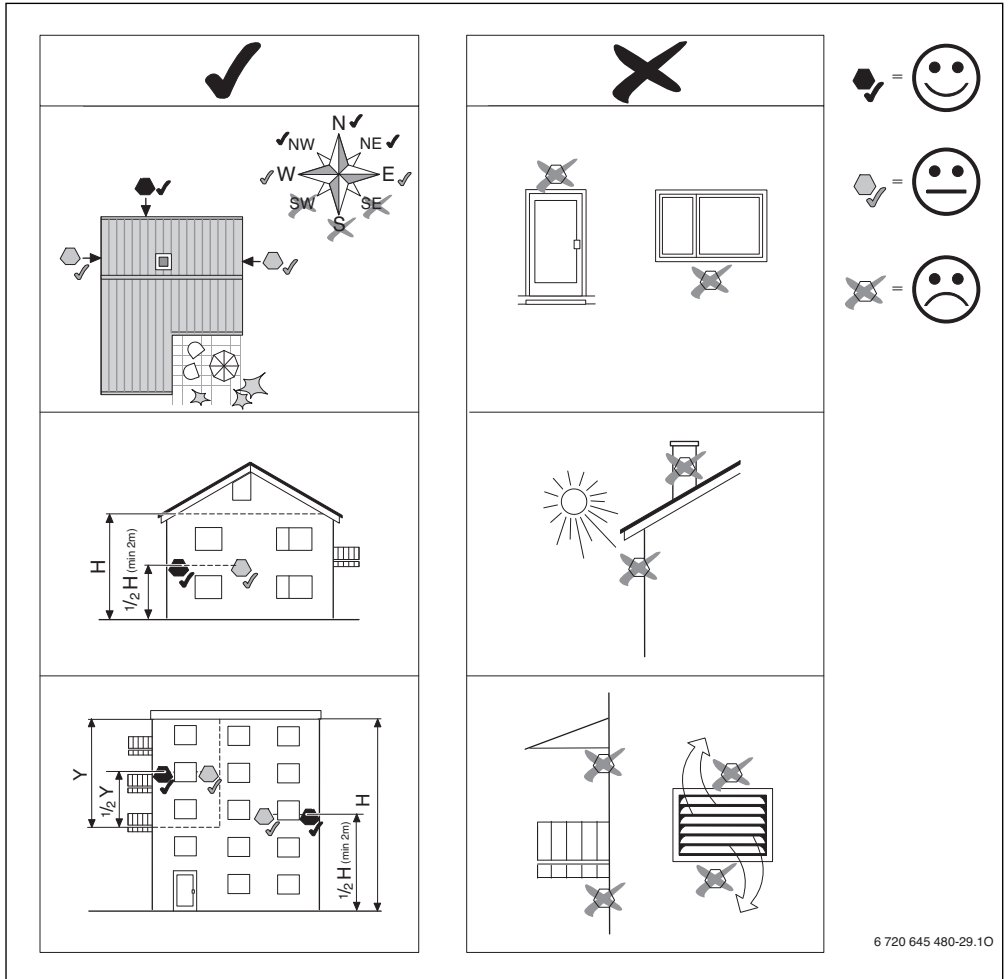

Рис. 9 Место установки датчика наружной температуры (при регулировании по наружной температуре с учётом или без учёта комнатной температуры)
- Учитывайте показанные на рис. 9 точки при выборе правильного места установки датчика наружной температуры.